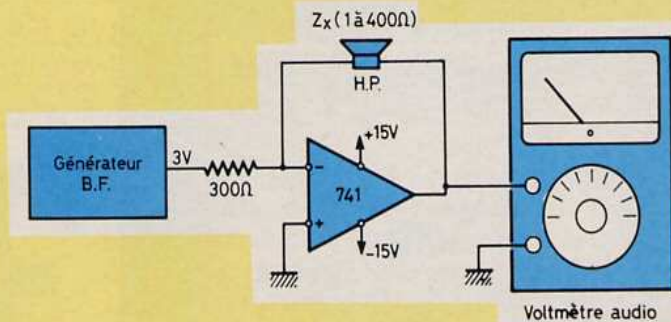

Fig. 2. Méthode de mesure directe de l'impédance d'un haut-parleur.
pratique, on l'a retrouvée plus récemment dans un petit appareil de mesure japonais de marque Sanwa appelé « fo-Res ». En se basant sur cette même idée, mais à partir d'un circuit différent en plusieurs points, adapté à des composants actifs disponibles en France, ce circuit a donc été conçu. Il permet, mis à part l'affichage direct de l'impédance, l'affichage direct des selfs et capacités, du moins pour les valeurs les plus couramment employées dans les filtres passifs pour enceintes acoustiques. La figure 2 montre l'idée d'origine (S. Kato, 1970). Le principe est extrêmement simple. Il est basé sur une conversion directe  $V/\Omega$  grâce à l'emploi d'un amplificateur différentiel. Comme le montre la figure, la charge  $Z_x$  est montée en contre-réaction sur l'amplificateur opérationnel. En prenant l'exemple simple d'un signal de 3 V d'amplitude appliqué à l'entrée du circuit, d'une résistance série de valeur 300  $\Omega$ , le signal de sortie en volts sera proportionnel au rapport 300  $\Omega$ /3 V soit 100  $\Omega$  par volt. Autrement dit, la relation valeur de résistance de contre-réaction/tension de sortie sera proportionnelle au rapport 100 ( $\Omega$ )/1 (V). Pour une valeur  $Z_x$  de 8  $\Omega$ , la tension obtenue en sortie sera de 0,08 V ou 80 mV. Pour 16  $\Omega$  on obtiendra 160 mV alors que pour 100  $\Omega$  on aura 1 V en sortie. En multipliant l'échelle par 100, l'affichage indiqué en sortie sera le reflet exact de la valeur de l'impédance  $Z_x$ . Entre les valeurs d'impédance comprises entre 1  $\Omega$  et 300  $\Omega$ , la tension de sortie obtenue sera comprise